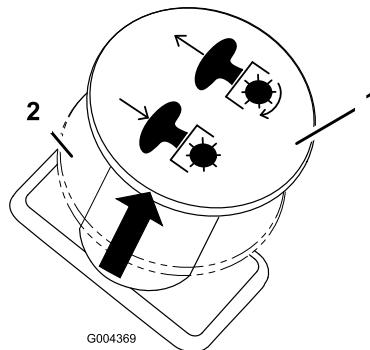

Figura 13
3. Empurre o interruptor de controlo da lâmina para fora para engatar as lâminas (Figura 13).
Empurre o interruptor de controlo da lâmina para Off para desengatar as lâminas (Figura 13).